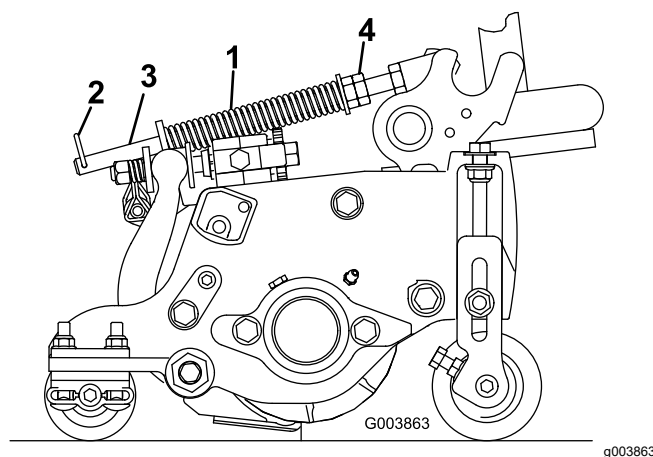

Figure 51
Le ressort de compensation (Figure 51) transfère le poids du rouleau avant au rouleau arrière. Cela évite la formation d'ondulations à la surface de la pelouse.
1. Vérifiez que la goupille fendue est insérée dans le trou de la tige de ressort (Figure 51).
2. Serrez les écrous hexagonaux à l'extrémité avant de la tige de ressort jusqu'à ce que la longueur du ressort comprimé soit égale à 16 cm (6,25 po); voir Figure 51)